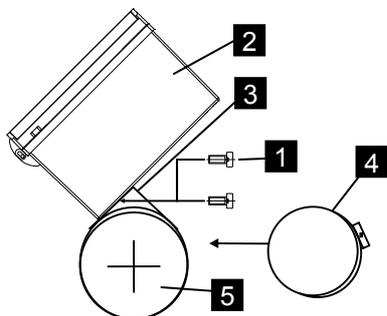

Fig. 6
1. Fissare con due viti a testa cilindrica M5 x 10 mm (Fig. 6/1) l'angolare di fissaggio universale A2 grazie ai fori appositi (Fig. 6/3) su EK280 (Fig. 6/2).
3. Fissare l'angolare di fissaggio universale A2 (Fig. 6/3) e il dispositivo (Fig. 6/2) con l'aiuto della staffa per tubi (Fig. 6/4) sulla tubazione (Fig. 6/5).